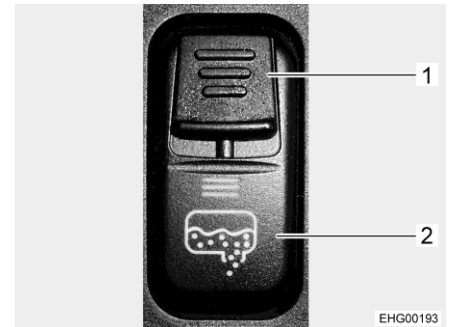

Bild 162 Vippkontakt (avtappningskran)
Avtappningskranen för avloppstanken öppnas och stängs med en vippkontakt på brytarkonsolen i förarhytten. För att förhindra att avtappningskranen öppnas av misstag är vippkontakten utrustad med ett säkerhetsspjäll (Bild 162,1). Avloppsröret med anslutning för en avloppsslang sitter under fordonet.
- Säkerhetsspärr (Bild 162,1) på vippkontakten (Bild 162,2) nedåt och tryck samtidigt nedtill på vippkontakten. Avloppsventilen öppnas då och avloppstanken töms. Lysdioden lyser så länge avloppsventilen är öppen.
- Stäng avtappningskranen när avloppsvattnet har tömts ut helt. Gör det genom att trycka reglaget (Bild 162,1) uppåt.